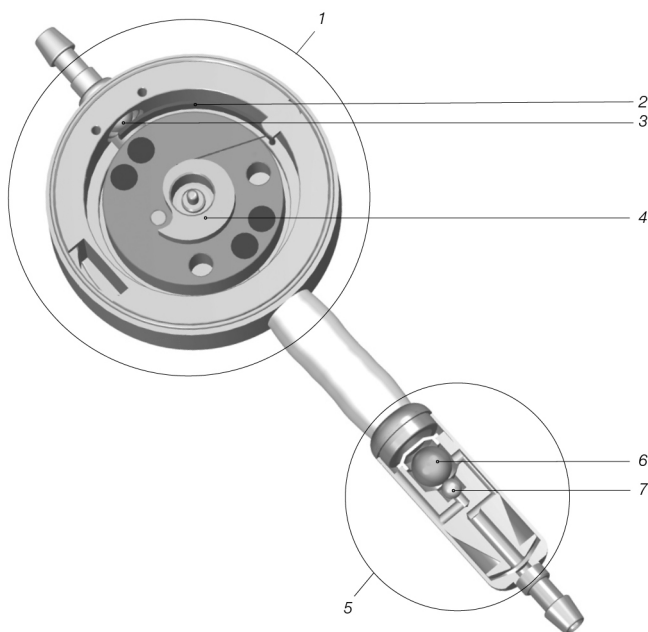

Fig. 1: proGAV 2.0 vue en coupe
La *proGAV 2.0* est un système de valve fabriqué en tantale. Elle comprend une unité en pression différentielle (1) ajustable et un unité gravitationnelle (5) (Abb. 1).